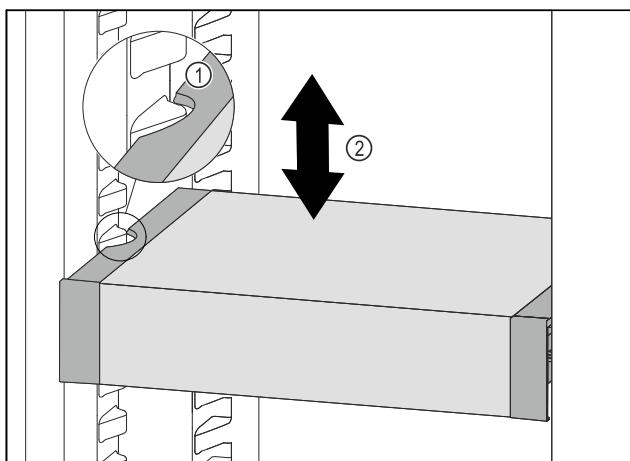

Fig. 93
- VarioSafe ťahajte dopredu, dokým sa bočné vybrania VarioSafe nebudú nachádzať vo výške rebra nádoby v chladničke. Fig. 93 (1)
- VarioSafe v chladničke presúvajte nahor alebo nadol, dokým sa dosiahne požadovaná výška. Fig. 93 (2)